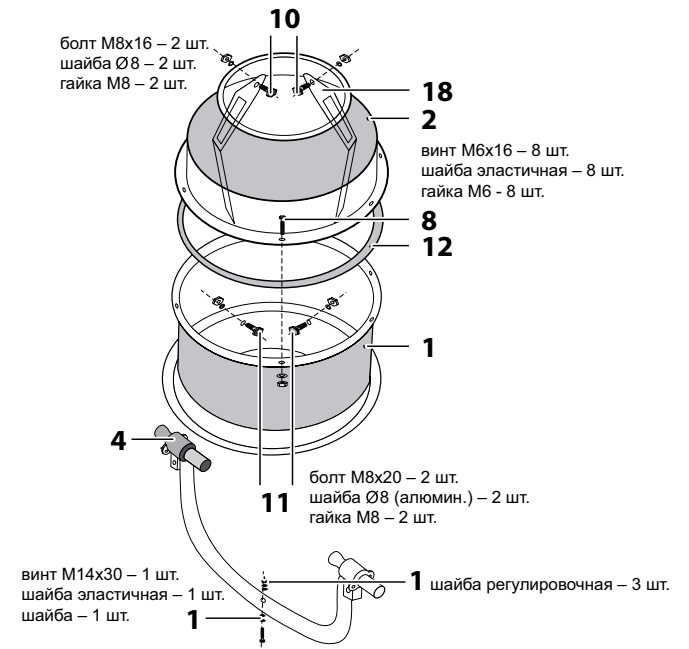

Рис. 3
- ▶ соберите опору **6** и стойку **5** (рис. 3);
- ▶ установите на стойку **5** кронштейн барабана **4** (рис. 3 и 4);
Установите на кронштейн барабана **4** колесо фиксации **8** (рис. 3). Установите в «карман» штурвала **7** пружину **19** и оденьте штурвал на ось кронштейна **4**. Зафиксируйте штурвал на валу болтом и гайками. Вверните в отверстие «кармана» болт и затяжкой болта отрегулируйте усилие (т.е. надежность) фиксации штурвала за колесо **8**.